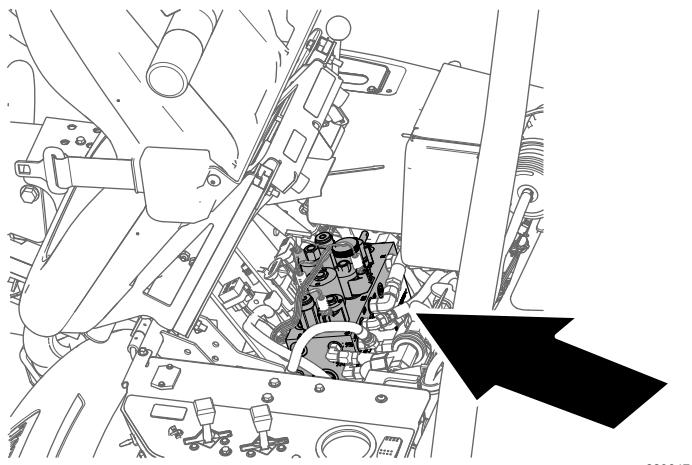

Figura 62
4. Inclineate in avanti il sedile dell'operatore e sostenetelo con l'asta di supporto (Figura 62).